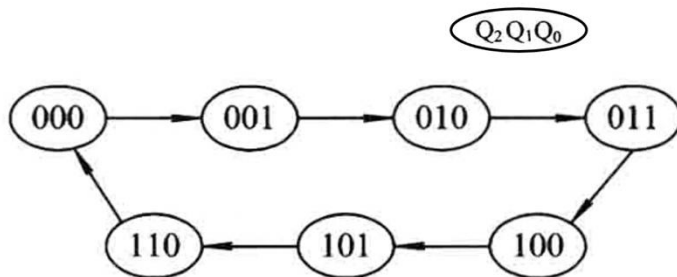

图 10
- (1) 写出状态转移表、状态转换图、状态分配表；
- (2) 写出状态方程、输出方程和激励方程；
- (3) 画出逻辑电路图。
9、用上升沿触发的 JK 触发器和与非门设计一个状态转移图如图 10 所示的同步逻辑电路，要求：